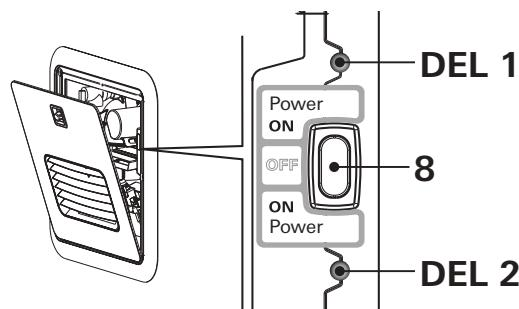

Fig. 8
- Lorsque la DEL 1 d'alimentation verte (Fig. 8 – DEL 1) est allumée, l'appareil est sous tension.
- Lorsque la DEL 2 de code d'erreur rouge (Fig. 8 – DEL 2) est allumée ou clignote, il s'agit d'une défaillance ou d'un avertissement (reportez-vous à la section « ANNEXE A – Codes d'erreur » à la page 38).
3. Mettez l'appareil hors tension à l'aide de l'interrupteur d'ALIMENTATION (Fig. 8).
- La DEL 1 d'alimentation verte (Fig. 8) s'éteint.